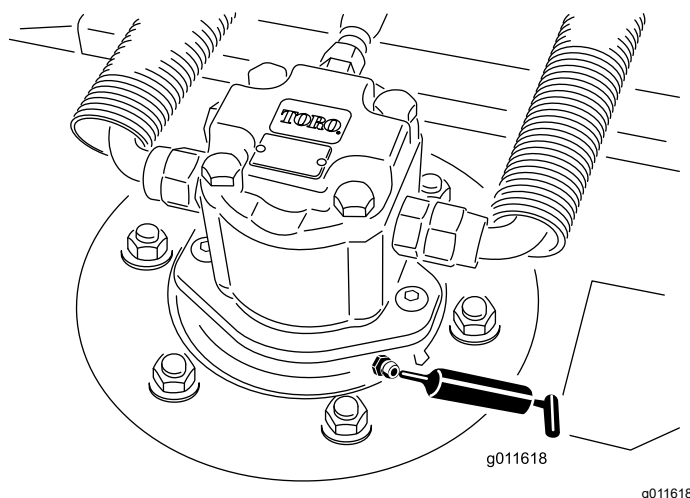

Figura 10
- Rolamentos do eixo da unidade de corte (2 por cada unidade de corte) – Figura 10